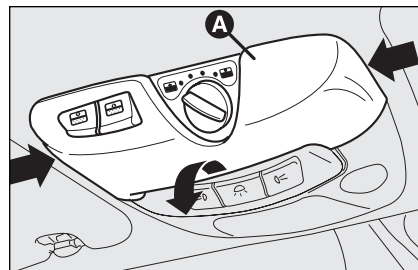

fig. 43
- ☐ enlever le plafonnier avant **A**-fig. 43 en comprimant latéralement sur la préforme en plastique comme indiqué par les flèches